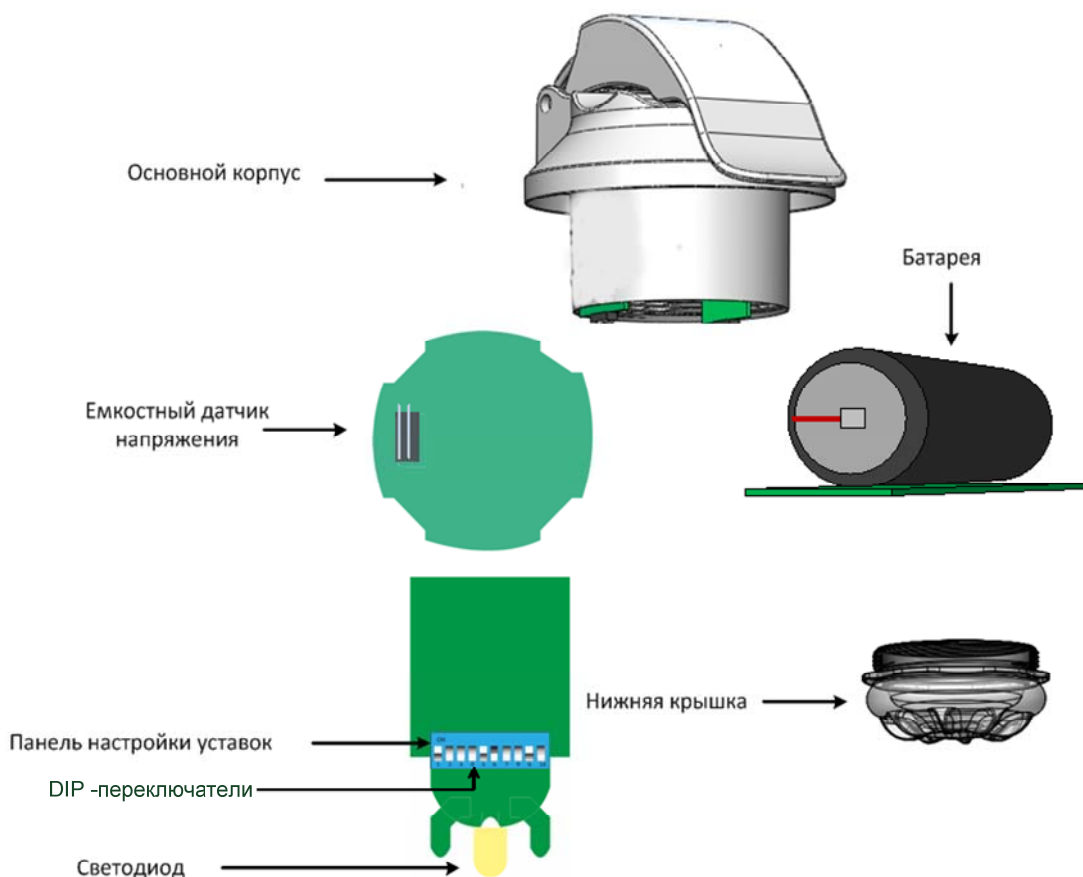

Рисунок 1 – Состав индикатора ИКЗ-В31
1.3.3 Блок электроники включает датчик электрического поля, датчик магнитного поля, средства обработки сигнала и панель настройки (см. Рисунок 1).
1.6.2 При необходимости настройки могут быть изменены. Для изменения уставок необходимо открутить прозрачную нижнюю крышку (Рисунок 1), на панели уставок при помощи DIP-переключателей установить нужные значения.